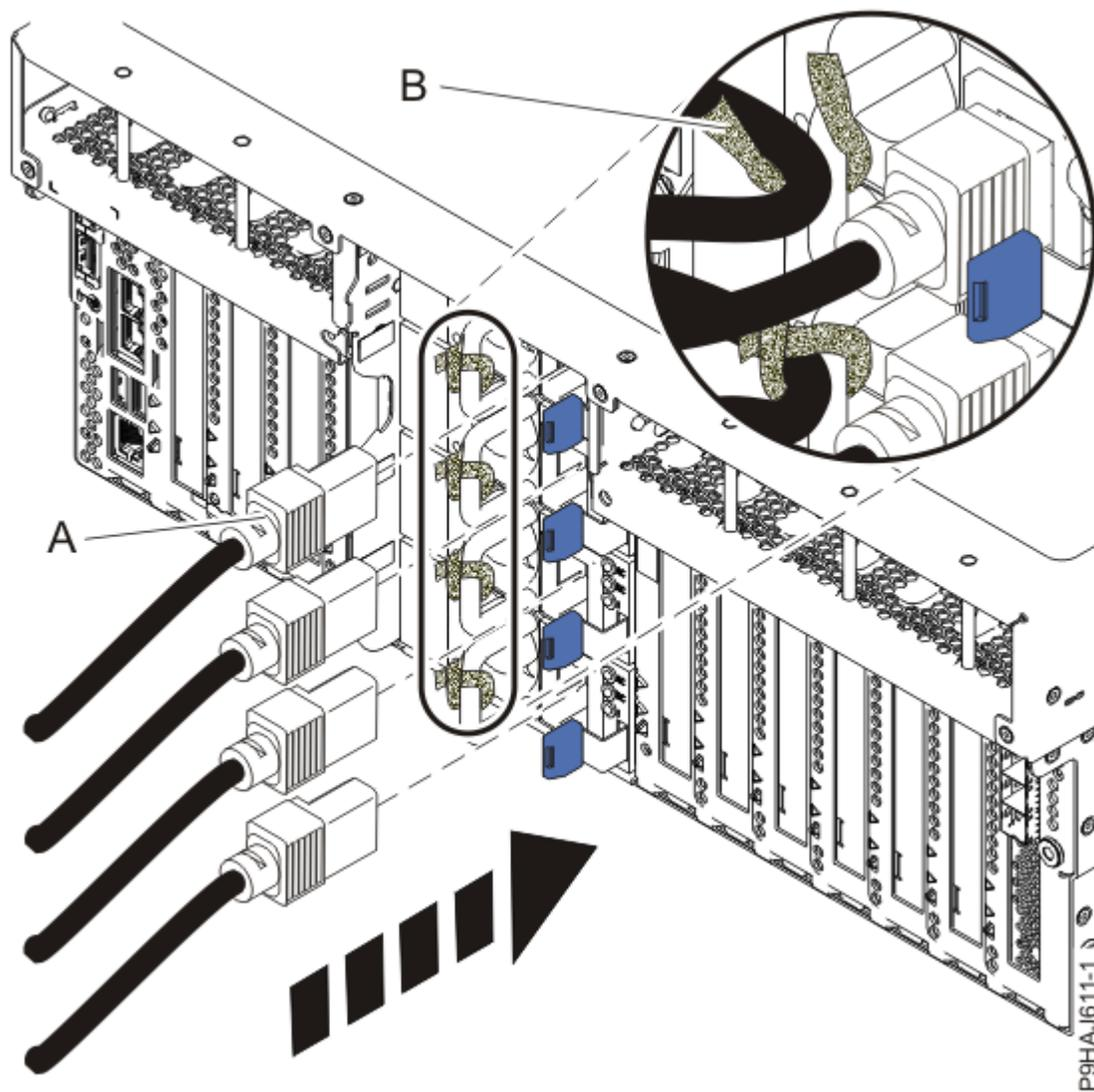
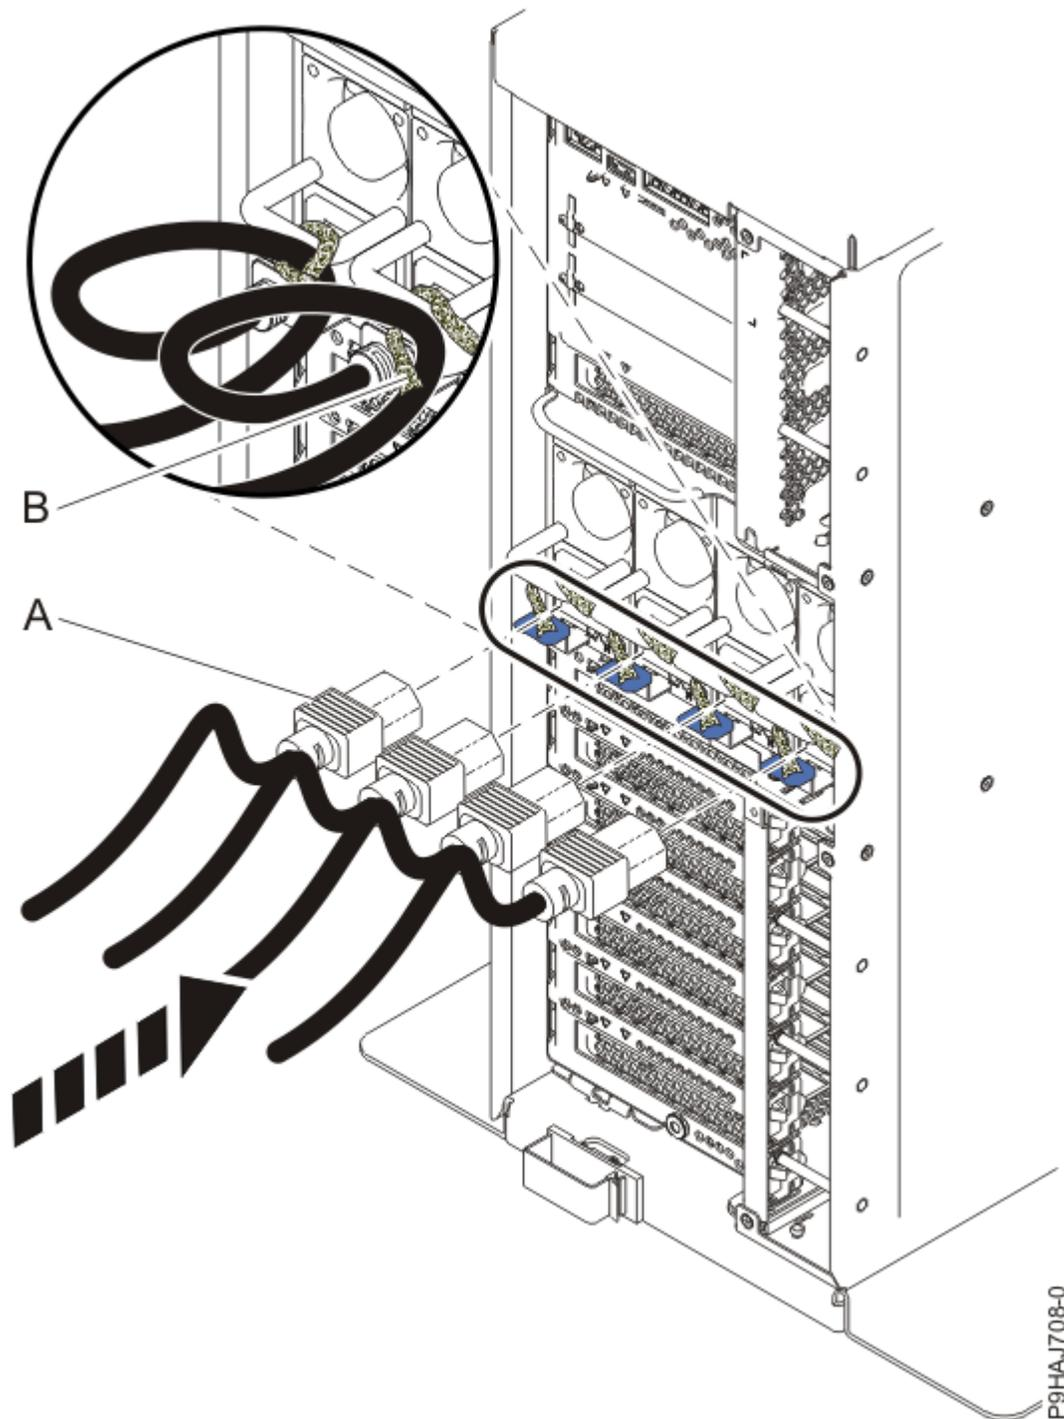

図 17. ラック・マウント型システムへの電源コードの接続
図 18. スタンドアロン・システムへの電源コードの接続
5. ラベルを使用して、電源コード (A) をシステム装置に再接続します。
面ファスナー (B) を使用して電源コード (A) をシステムに固定します (20 ページの図 17 または 21 ページの図 18 を参照)。